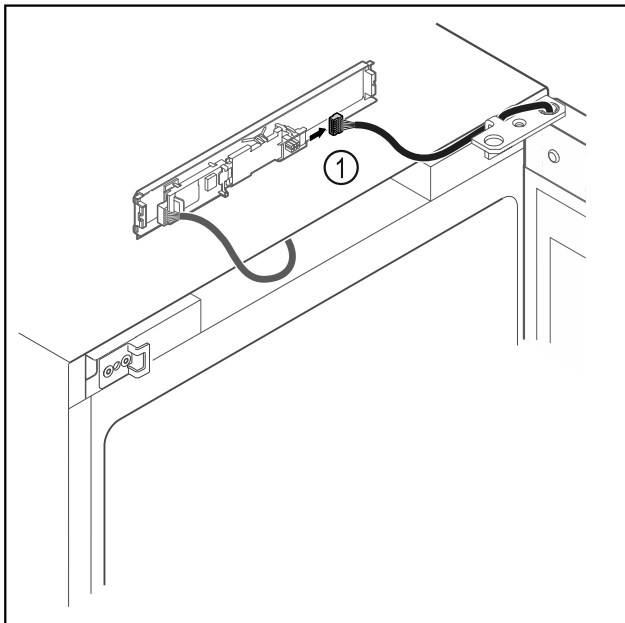

Fig. 14
- ▶ Trekk ut pluggen Fig. 14 (1) fra kretskortet.